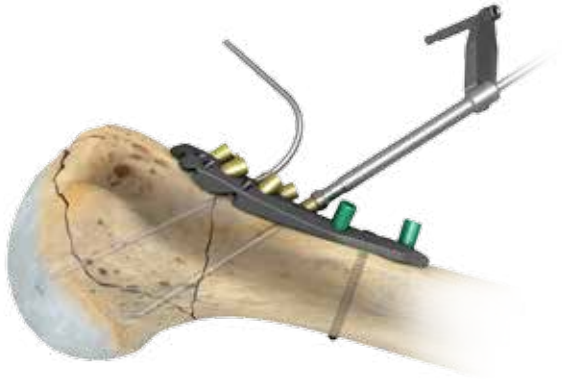

Figura 23
- Utilice la Broca calibrada de 2,7 mm (214227070) para taladrar a través de la Guía de broca y el Inserto de Guía F.A.S.T. de color dorado (Figura 23).